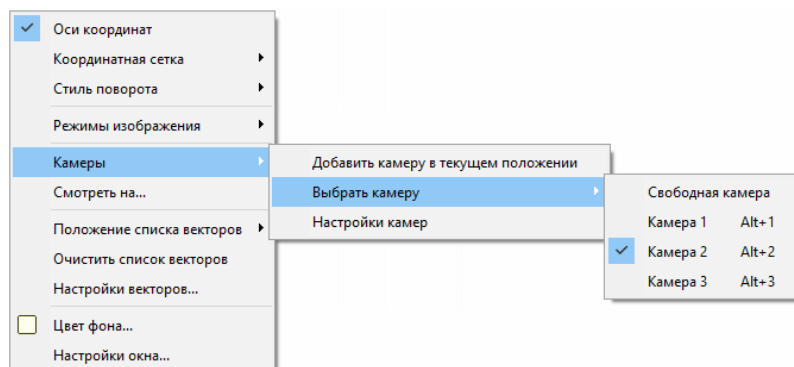

Рис. 4.78. Переключение камер из контекстного меню
- из списка в контекстном меню анимационного окна, см. рис. 4.78.